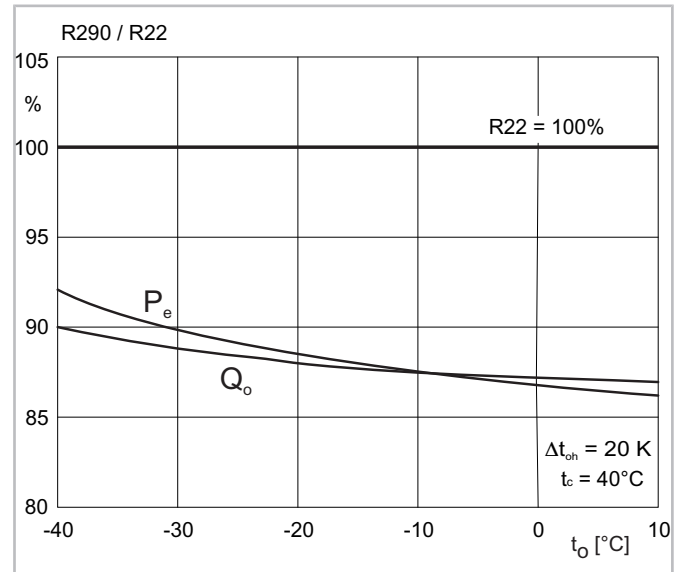
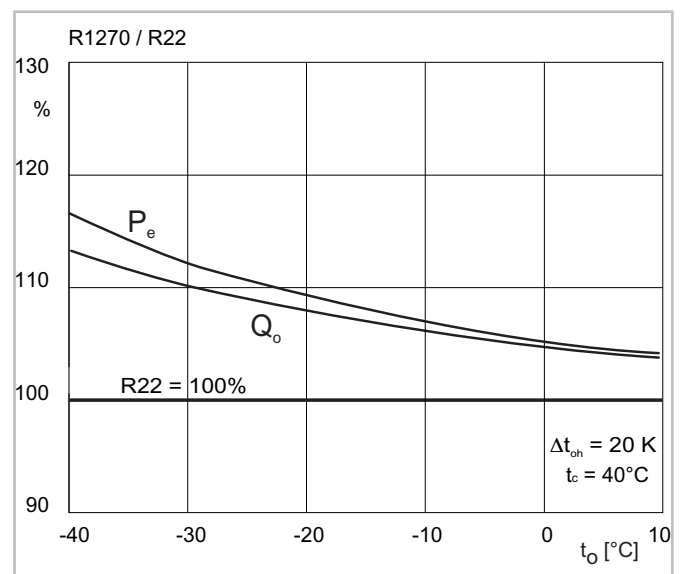

Abb. 7: Leistungsvergleich R290/R22 bei sauggasgekühlten halbhermetischen Hubkolbenverdichtern
Abb. 8: Leistungsvergleich R1270/R22 bei sauggasgekühlten halbhermetischen Hubkolbenverdichtern
- Hinsichtlich der Leistungszahlen (COP) unterscheiden sich R290 und R1270 nur geringfügig von R22 (siehe Abbildung 7, Seite 23 und siehe Abbildung 8, Seite 23) und sind somit bei Normal- und Klimakühlung günstiger als R404A/R507A.